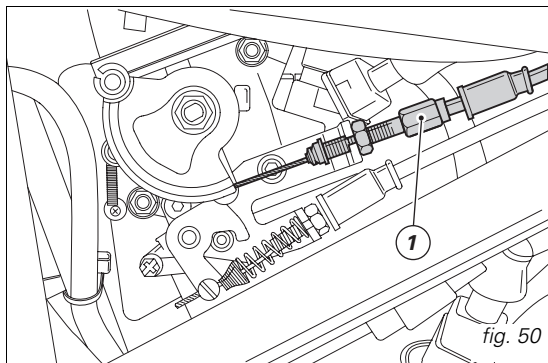

fig. 50
Si ce n'est pas le cas, la course à vide de la poignée devra être corrigée en intervenant sur les éléments de réglage (1) du corps de papillon (fig. 50).